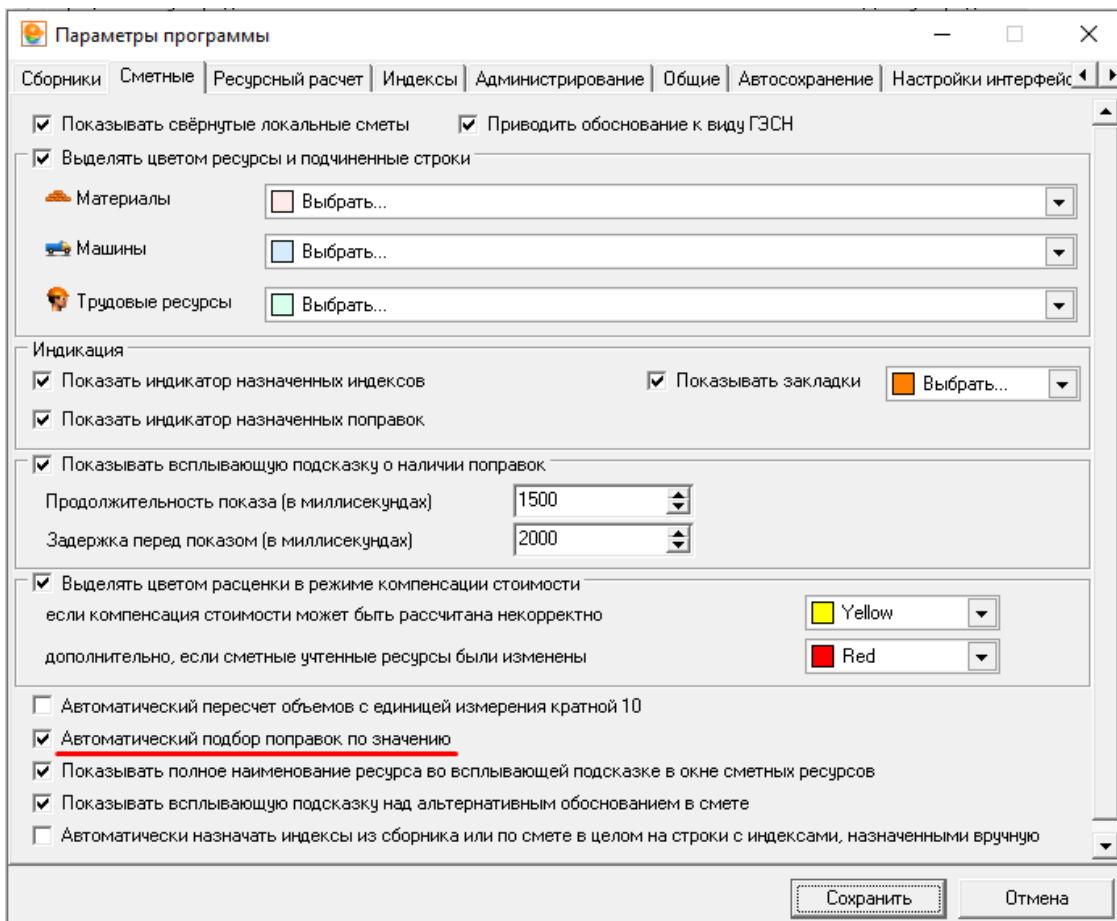

Рис. 5. Параметры программы
**Режим автоматического пересчета объемов с единицей измерения кратной 10.** Настройка данного режима обеспечена в параметрах программы (см. рис. 5), включена по умолчанию, доступна для каждого пользователя и действует при составлении проектной сметы и формирования актов выполненных работ КС-2. Для включения или выключения настройки необходимо в главном меню Комплекса выбрать пункт **Настройки --> Параметры**, вкладка **Сметные**.